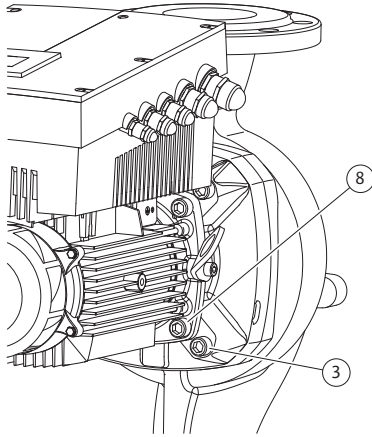

Fig. 46: Fijación opcional del componente integrado
16. Según el tipo de bomba, afloje los tornillos (Fig. 7, Pos. 10) o alternativamente los tornillos (Fig. 46, Pos. 8).
22. Deslice con cuidado la linterna sobre el eje, y colóquela en la posición anterior o en otra posición en el ángulo deseado respecto a la brida del motor. Tome en cuenta aquí las posiciones de montaje permitidas de los componentes (ver capítulo 7.1 “Tipos de montaje permitidos y modificación del orden de los componentes antes de la instalación” en la página 153). Fije la linterna con los tornillos (Fig. 6, Pos. 10) **o bien** – en los tipos de bombas/linternas según (Fig. 46) – con los tornillos (Fig. 46, Pos. 8) en la brida del motor.